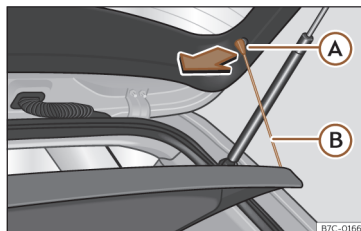

Fig. 171 En el maletero: desmontar y montar la bandeja.
- Desenganche los tirantes de sujeción >>> **fig. 171** **B** de los alojamientos **A**.
- Enganche los tirantes de sujeción >>> **fig. 171** **B** en el portón trasero.